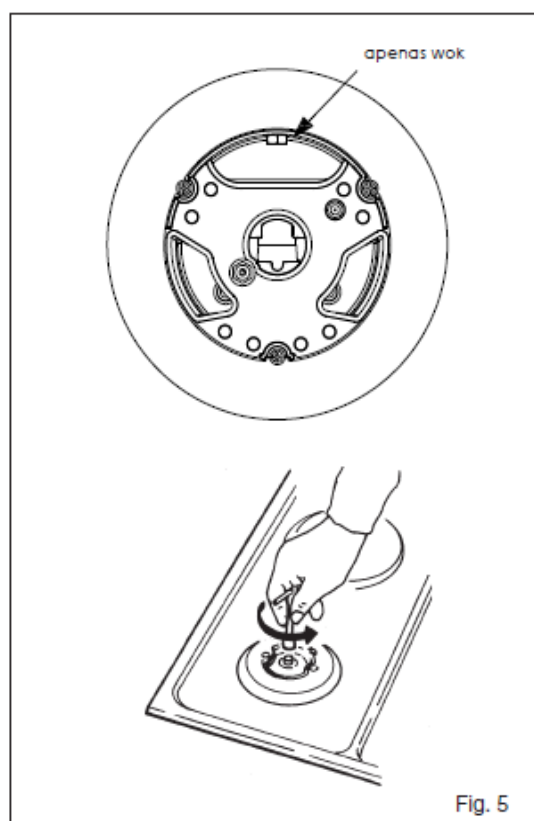

Fig. 5
Posicionamento (Fig. 5)
Adaptação a diversos tipos de gás (Fig. 5)
- substitua os bicos (Fig. 5) com outros próprios ao tipo de gás que utilizar (veja a tabela relativa às "Características das peças a utilizar";